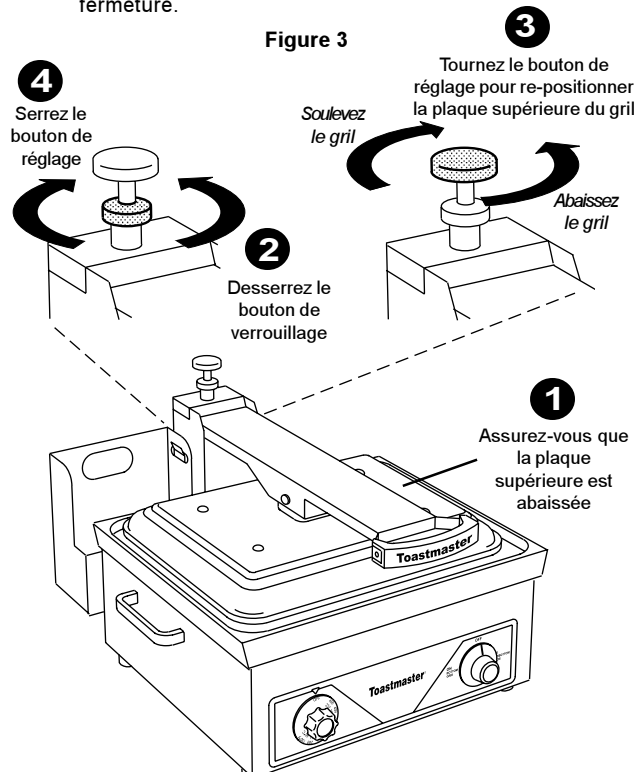

Figure 3
- Au besoin, réglez la hauteur de fermeture de la plaque supérieure du gril comme indiqué ci-dessous. Reportez-vous à la Figure 3.
- Tournez le bouton de réglage de la hauteur de fermeture comme nécessaire pour faire monter ou descendre la plaque supérieure du gril à la hauteur appropriée. Voir Figure 3.